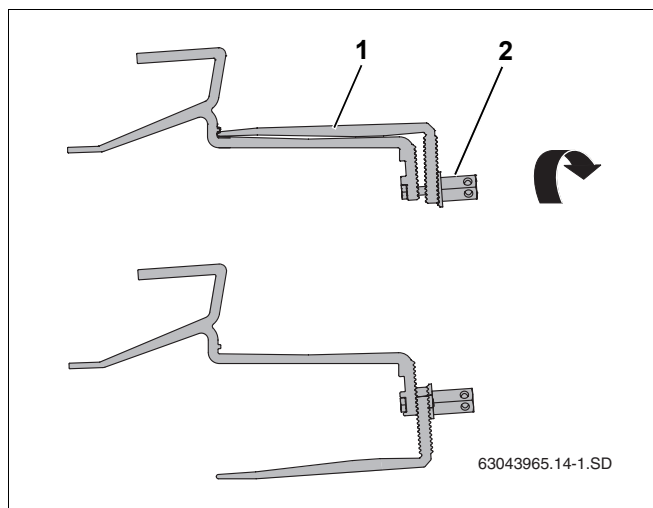

Fig. 12 Rotirea cârligului – partea inferioară
- Se desface piulița hexagonală lungă (Fig. 12, **Poz. 2**) de la cârlig și se pune partea inferioară a cârligului în poziția corectă (Fig. 12, **Poz. 1**).